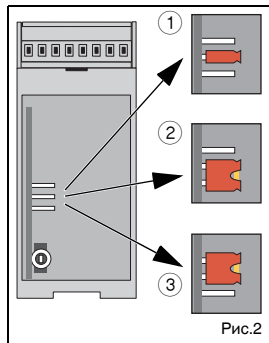

Рис.2
3.2. При уровне сигнала > 20 В (Рис.2 - ①)
3.3. При уровне сигнала > 10 В (Рис.2 - ②)
4. Возврат к состоянию изделия на момент поставки (Рис.2 - ③)